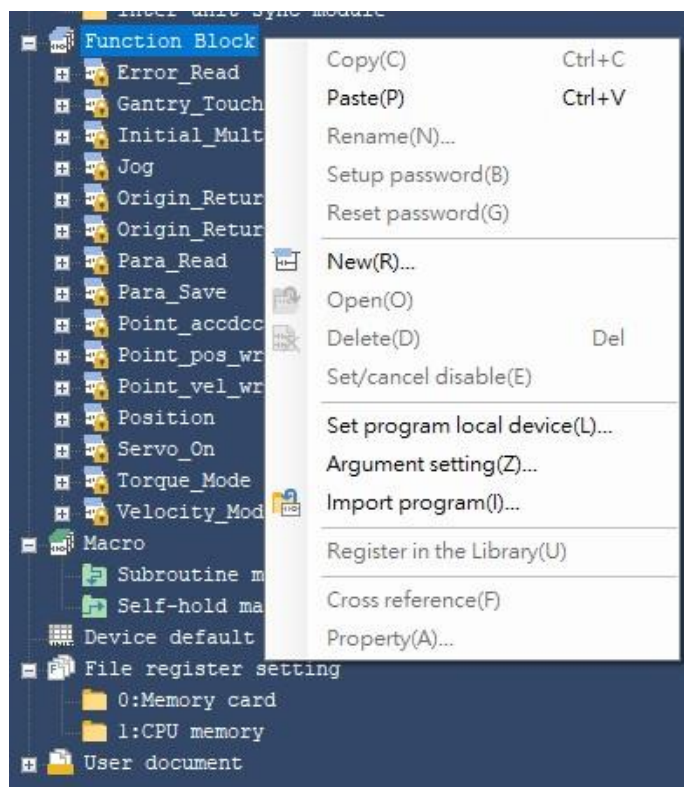

図 2.1
5. ファンクションブロックをコピーし、ユーザー固有のプロジェクト ファイルに貼り付けます。図 2.1 を参照してください。